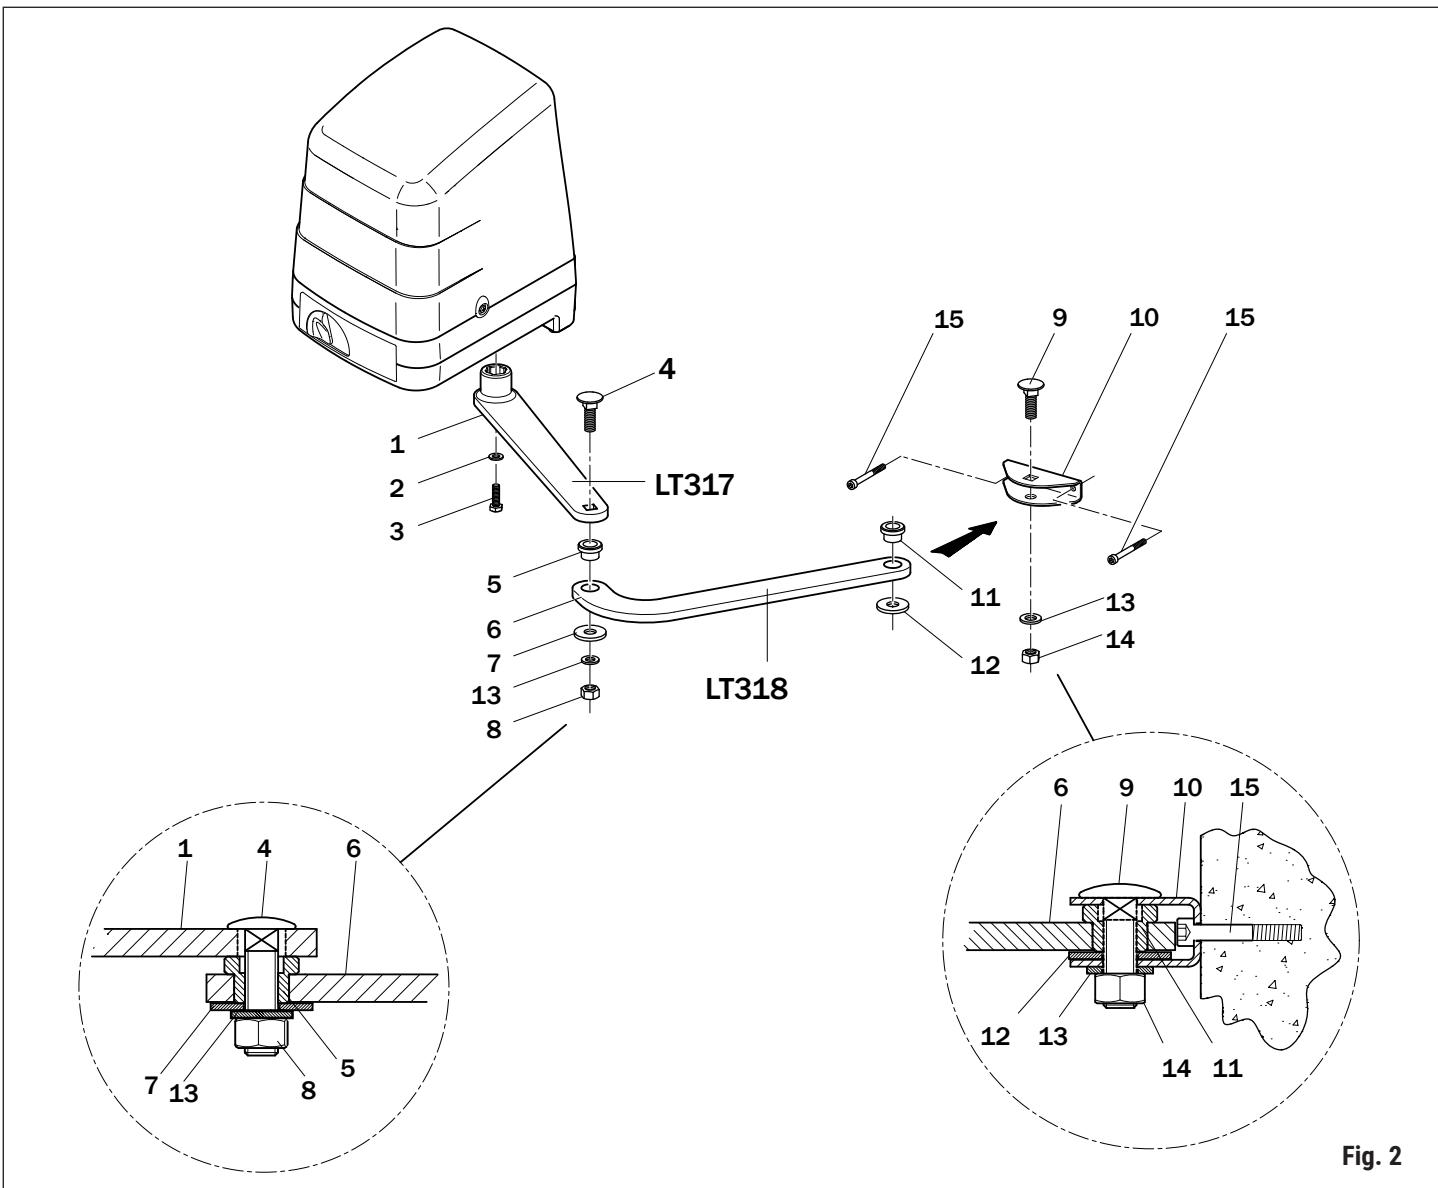
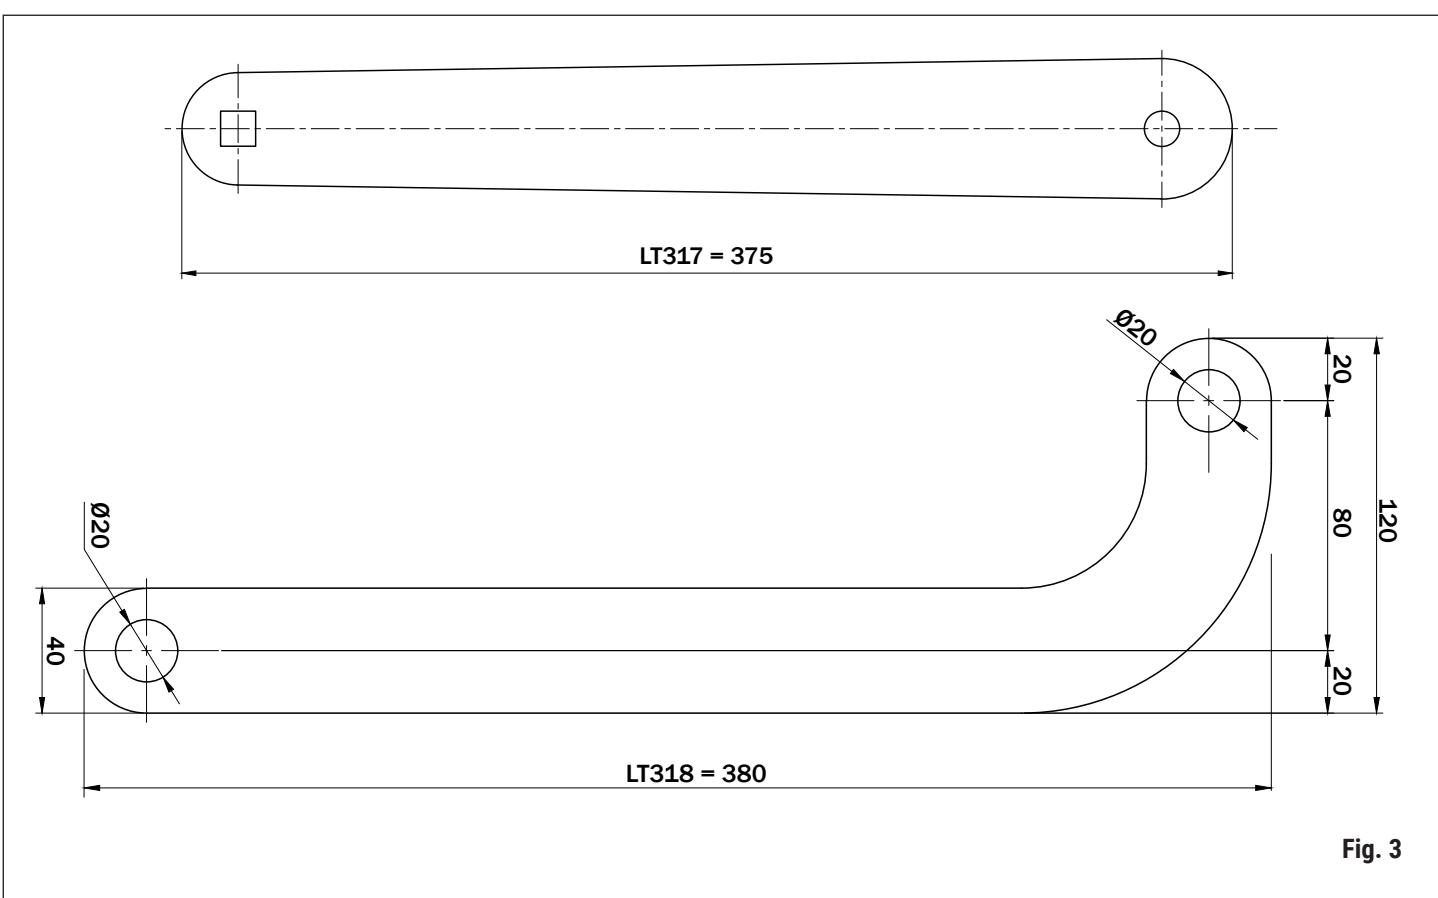

Fig. 2
Fig. 3
- Die Gelenkkäste (Abb. 3) in der in Abb. 2 gezeigten Folge zusammensetzen und am vorderen Bügel KT218 befestigen, dabei die Drehpunkte schmieren.
- Monte os braços articulados (fig. 3) de acordo com a sequência indicada na fig. 2 e fixe-os ao suporte dianteiro KT218 lubrificando os pontos de rotação.
- In base alla posizione di installazione del motore: destra (fig. 2) o sinistra (fig. 3) regolare i finecorsa come indicato di seguito.